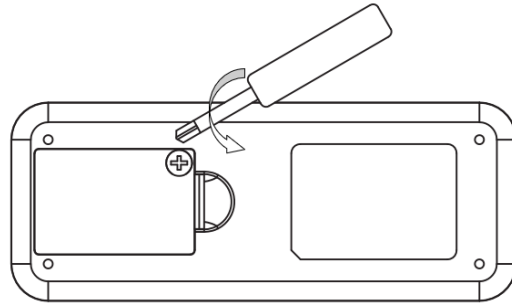

Fig. 9a
2. 리모컨 뒷면의 나사를 풀어 배터리칸 커버를 분리합니다. (Fig. 9a).